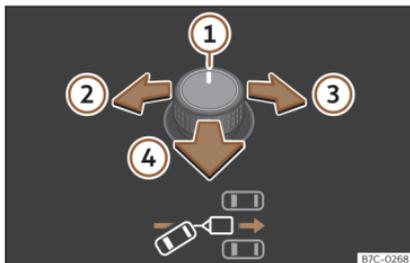
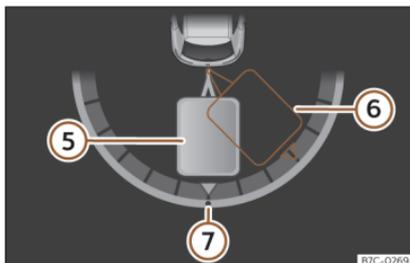

Fig. 181 Tasto per la regolazione degli specchietti retrovisivi esterni: regolare l'angolazione del rimorchio.
Fig. 182 Display del quadro strumenti: inserire la retromarcia.
Legenda della **fig. 181**, » **fig. 182** :
- Inclinare la manopola fino a raggiungere la direzione desiderata » **fig. 181**. Una rappresentazione del veicolo trainante e del rimorchio nella posizione corrente appare come orientamento sul display del quadro strumenti » **fig. 182**.